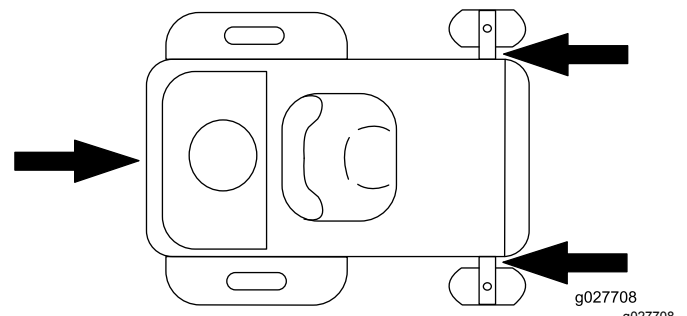

Figura 26
- Sujete la máquina firmemente al remolque o al camión con cadenas, correas, cables o cuerdas. Utilice únicamente los puntos de amarre designados del cortacésped, como se muestra en la Figura 26. Use estas ubicaciones incluso cuando transporte el cortacésped con un accesorio acoplado. Si usa ubicaciones no designadas, puede dañar el cortacésped o el accesorio.